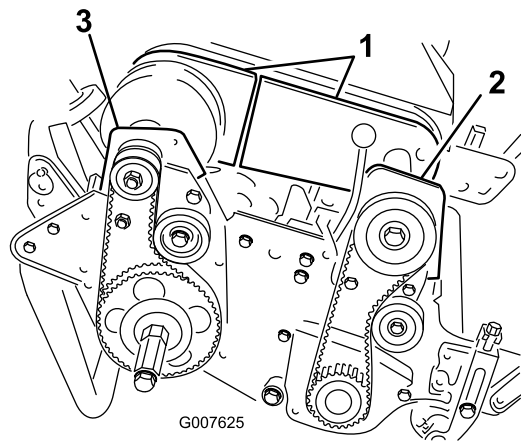

Bild 42
die Abdeckungsteile weg, um den Riemen zugänglich zu machen (Bild 42).
6. Nehmen Sie die zwei Schrauben und die Sicherungsmuttern ab, mit denen das vordere Kupplungsgehäuse an der Seitenplatte befestigt ist (Bild 42).
8. Nehmen Sie die zwei Schrauben und die Sicherungsmuttern ab, mit denen das rechte hintere Lagergehäuse an der Seitenplatte befestigt ist (Bild 42).